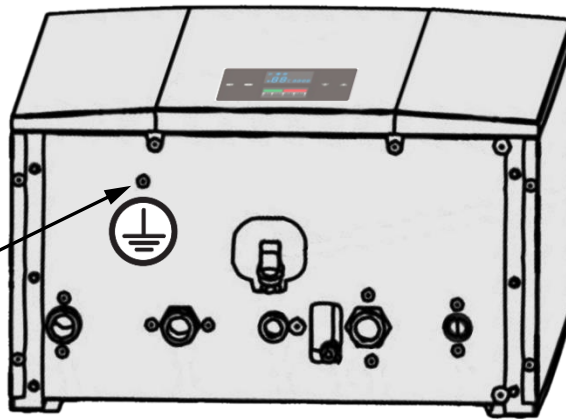

Рис. 14 Заземляющий контакт
- Если котёл подключается к электросети, не имеющей заземляющего провода, можно к заземляющему контакту, располагающемуся на корпусе котла, присоединить отдельный заземляющий провод, то есть заземлить котёл отдельным контуром заземления. Заземляющий контакт находится в нижней части корпуса (рамы) котла (См. Рис. 14).